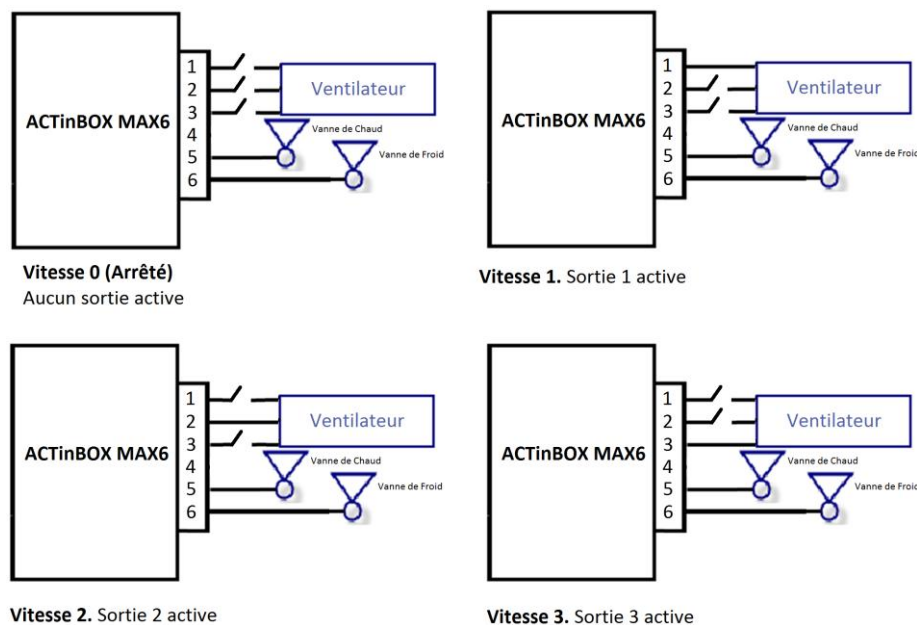

Figure 3.5. Contrôle de la vitesse de ventilation par commutation
- **Commutation (Uniquement 1 relais fermé):** Seule une des sorties de l'actionneur sera active par niveau de ventilation. Voir Figure 3.5.